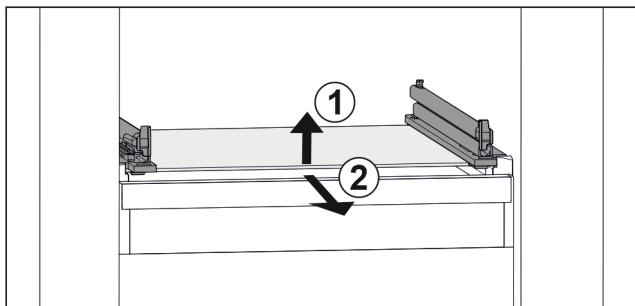

Fig. 114 Приближене відображення скляної пластини
- Підняти скляну пластину спереду. Fig. 114 (1)
- Вийняти скляну пластину рухом вперед. Fig. 114 (2)